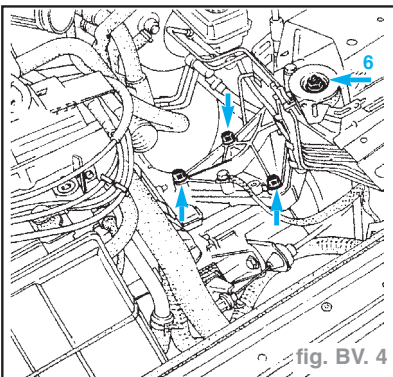

fig. BV. 4
- Déposer les 3 vis repérées du support de boîte de vitesses (ne pas enlever l'écrou supérieur repéré (6)) (fig. BV. 4).